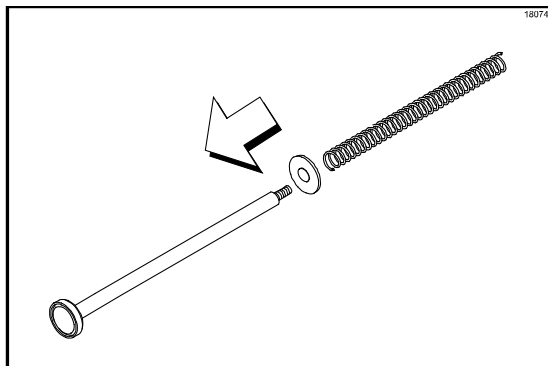

Figure 88
3. Installer la rondelle et le ressort sur l'assemblage du piston (Cf. Figure 88).